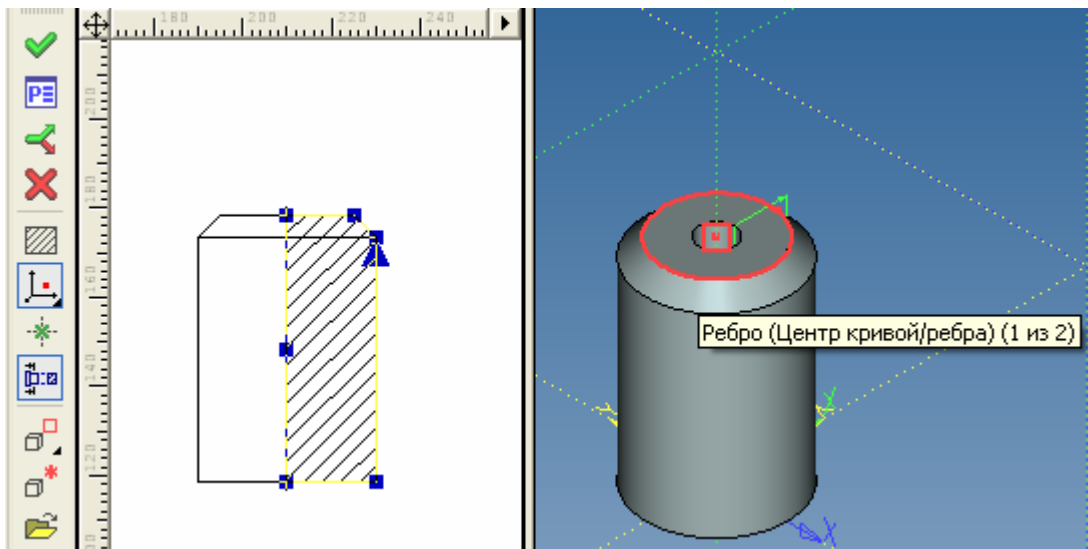

рис. 9
- Иногда необходимо совместить половину вида с половиной разреза. Для этого можно воспользоваться опцией «Создать местный разрез» . Местный разрез создается на основе существующей проекции, по контуру наложенной на нее штриховки. Кроме того, необходимо указать положение плоскости местного разреза по глубине. Это делается выбором точки, через которую проходит плоскость местного разреза (рис. 9).